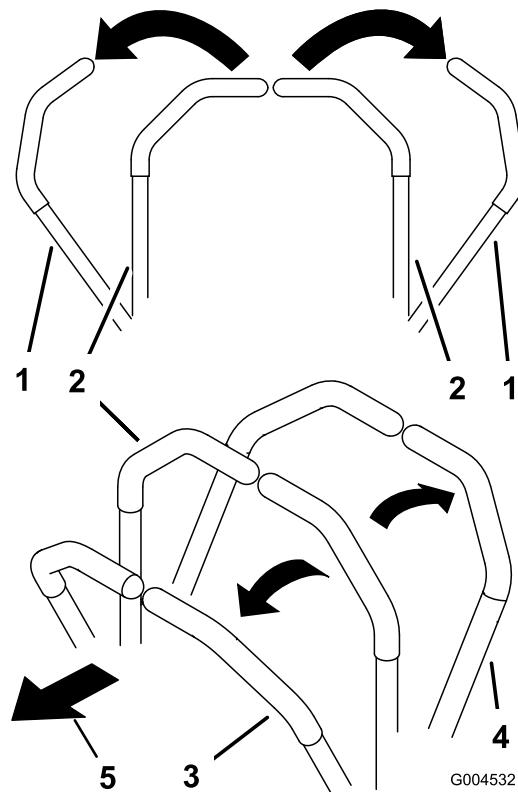

Figure 17
1. Amenez les leviers de commande de déplacement (Figure 17) en position de VERROUILLAGE AU POINT MORT.
3. Pour vous déplacer en marche avant, poussez lentement les leviers de commande de déplacement vers l'avant (Figure 17).
Pour vous déplacer en ligne droite, appliquez une pression égale sur les deux leviers de déplacement (Figure 17).
Pour tourner, rapprochez du point mort le levier de commande correspondant à la direction que vous voulez prendre (Figure 17).
2. Pour vous déplacer en marche arrière, tirez lentement les leviers en arrière (Figure 17).
Pour tourner, relâchez le levier de commande correspondant à la direction que vous voulez prendre (Figure 17).